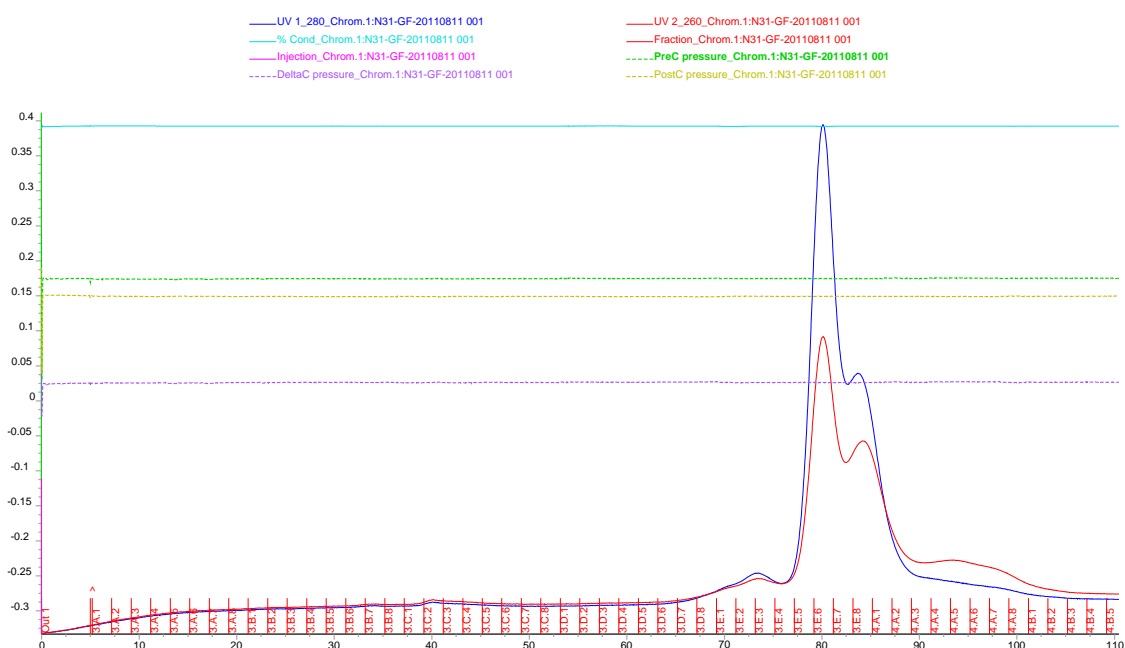

图 1. ÄKTA™ avant 25 蛋白液相色谱系统蛋白纯化峰图示意图
13. 一般会经过层析柱平衡---上样---样品结合---样品洗脱---层析柱平衡等步骤。在 Unicorn 6.1 软件界面会根据步骤形成如下的蛋白峰图 (见图 1) (包括蛋白浓度、柱压强、电导率、pH、洗脱样品收集管编号等)。